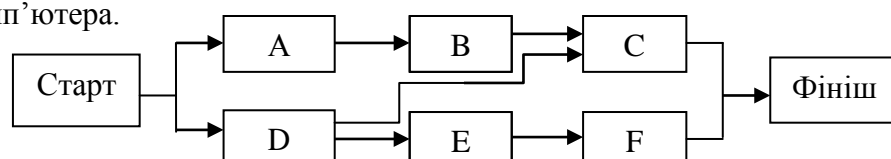

Рисунок 2.1. Сітьова діаграма за методом «операції у вузлах»
1. *Метод «операції у вузлах» або «метод попередніх діаграм»* (англ. - Precedence Diagramming Method, PDM) - це метод побудови сітьових діаграм проекту, в якому заплановані операції позначаються прямокутниками (або вузлами), а стрілки вказують зв'язки (залежності) між ними (Рис. 2.1.). Він використовується у більшості сучасних програмних комплексів управління проектами. Креслять діаграми PDM вручну або за допомогою комп'ютера.